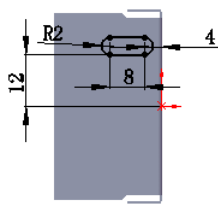

图 11.3.25 横断面草图
② 定义横断面草图。在草图环境中绘制图 11.3.25 所示的横断面草图。
(3) 定义切除深度属性。在“切除一拉伸”对话框 **方向 1** 区域的  下拉列表中选择 **完全贯穿** 选项, 选中 ☒ **正交切除(N)** 复选框。其他选择默认设置值。
(4) 单击  按钮, 完成切除一拉伸 2 的创建。